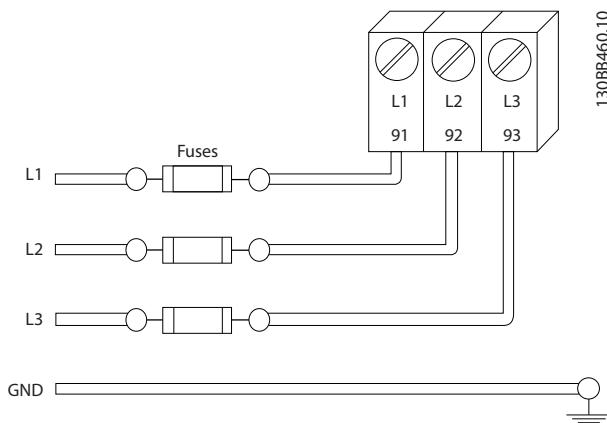

图 2.6 变频器 熔断器
- 必须为所有变频器都提供短路和过电流保护。为了提供这种保护，须采用输入熔断装置，请参阅图 2.6。如果出厂时没有附带熔断器，则须由安装商作为安装的一部分而提供。请参阅 10.3 熔断器表 中的熔断器最大额定值。